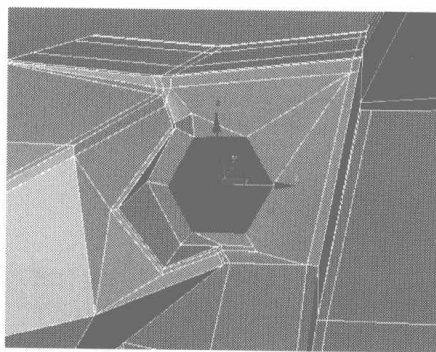
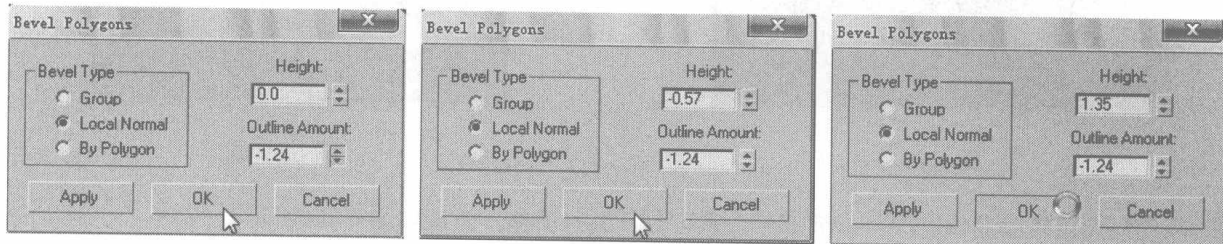

图 6.83
图 6.84
- 18 切换为面编辑，选择如图 6.83 所示的面，在 Edit Polygons 卷展栏中单击 **Bevel** 右侧的小按钮，在弹出的对话框中设置倒角参数，如图 6.84 所示。